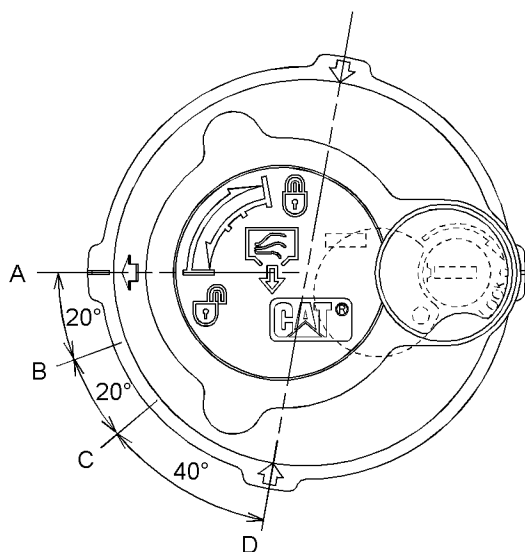

Ilustración 497
- (A) Posición TRABADA
- (B) Posición ALIVIO DE PRESIÓN - COMENZAR
- (C) Posición ALIVIO DE PRESIÓN - FINALIZAR
- (D) Posición ABIERTA
6. Suelte la presión que puede haber en el circuito hidráulico de retorno con el siguiente procedimiento. Consulte la Ilustración 497 para ver las posiciones de la tapa del tubo de llenado.
- a. Gire la tapa del tubo de llenado hacia la izquierda y mueva la flecha de la posición (A) a la posición (B).
- b. Suelte la presión durante un mínimo de 45 segundos moviendo la flecha de la posición (B) a la posición (C).
- c. Oprima la tapa del tubo de llenado hacia abajo y mueva la flecha de la posición (C) a la posición (D).
- d. Una vez que se libera la presión del tanque, apriete la tapa del tubo de llenado del tanque hidráulico a la posición (A).